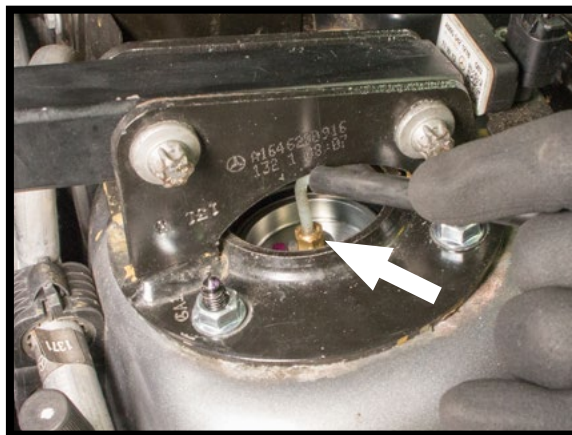

图17
7. 拆掉进气接头上的塑料运输销，推入空气软管，直至完全固定（正确插入后，空气管路无法拔出）。（图17）